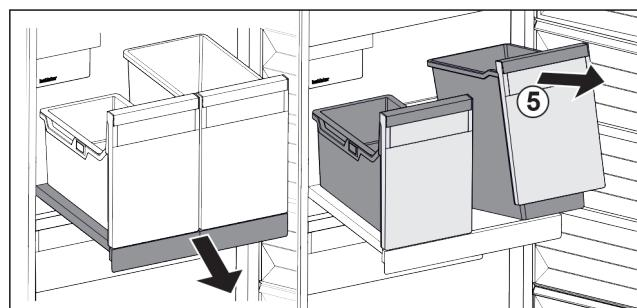

Fig. 117
- ▶ Soulever les bacs *Fig. 117 (5)* par l'avant.